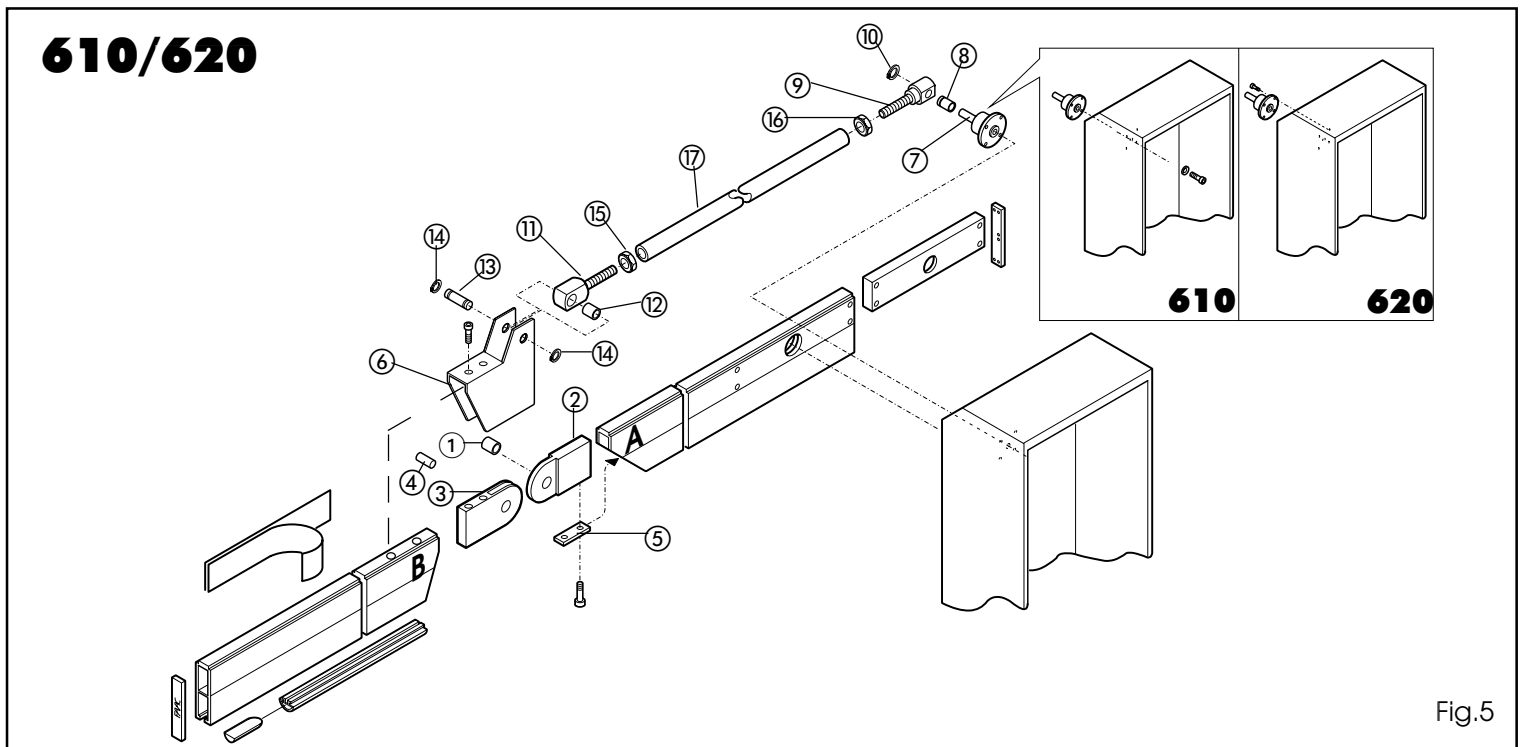

Fig.5
- 3) Assemblare i particolari ① e ② con lo snodo ③ inserendo il perno ④ come in fig. 5.
- 4) Inserire il gruppo ①, ②, ③ e ④ negli spezzoni delle sbarre ed assemblare con i particolari ⑤ e ⑥ utilizzando le viti in dotazione come in fig. 5.
- 5) Montare il supporto ⑦ sul corpo barriera come in fig. 5.
- 6) Inserire la boccia ⑧ e la forcina ⑨ sul supporto ⑦ ed applicare il seeger ⑩ come in fig. 5.
- 7) Inserire la forcina ⑪ con la boccia ⑫ sull' attacco ④ ed assemblare con il perno ⑬ e i seeger ⑭.
- 8) Avvitare i dadi ⑮ e ⑯ sulle forcelle ⑨ e ⑪.
- 3) Assemble parts ① and ② with joint ③ inserting pin ④ as in fig. 5
- 4) Insert group ①, ②, ③ and ④ in the beam sections and assemble with parts ⑤ and ⑥, using the supplied screws as in fig. 5.
- 5) Fit support ⑦ on the barrier body as in fig. 5.
- 6) Insert the bush ⑧ and the fork ⑨ on support ⑦ and fit the seeger ring ⑩ as in fig. 5.
- 7) Insert fork ⑪ with bush ⑫ on fitting ④ and assemble with pin ⑬ and seeger rings ⑭.
- 8) Screw nuts ⑮ and ⑯ on forks ⑨ and ⑪.
- 3) Assembler les pièces ① et ② avec l'articulation ③. Insérer l'axe ④ comme indiqué fig. 5.
- 4) Insérer l'ensemble obtenu ①, ②, ③ et ④ dans les deux parties de la lisse. Assembler et fixer le tout avec les pièces ⑤ et ⑥. Utiliser la visserie fournie comme en fig. 5.
- 5) Monter le support ⑦ sur le corps de barrière, comme indiqué fig. 5.
- 6) Insérer la douille ⑧ et l'attache filetée ⑨ sur le support ⑦. Bloquer l'ensemble par le clips ⑩, comme indiqué sur la fig. 5.
- 7) Insérer l'attache filetée ⑪ avec la douille ⑫ sur l'attache ④. Maintenir l'ensemble avec l'axe ⑬ et les clips ⑭.
- 8) Visser les écrous ⑮ et ⑯ sur les attaches filetées ⑨ et ⑪.
- 3) Die Teile ① und ② mit dem Gelenk ③ montieren und dabei den Stift ④, wie in Abb. 5 gezeigt, einführen.
- 4) Die Gruppe ①, ②, ③ und ④ in die Balkenabschnitte einführen und mit den Teilen ⑤ und ⑥ unter Verwendung der mitgelieferten Schrauben gemäß Abb. 5 befestigen.
- 5) Die Stütze ⑦ auf den Schrankenkörper montieren, wie in Abb. 5 gezeigt.
- 6) Die Buchse ⑧ und die Gabel ⑨ auf die Stütze ⑦ montieren und den Seeger-Ring ⑩ wie in Abb. 5 gezeigt, anbringen.
- 7) Die Gabel ⑪ mit der Buchse ⑫ auf dem Anschluß ④ anbringen und mit dem Stift ⑬ und den Seeger-Ringen ⑭ zusammenbauen.
- 8) Die Muttern ⑮ und ⑯ auf den Gabeln ⑨ und ⑪ anschrauben.